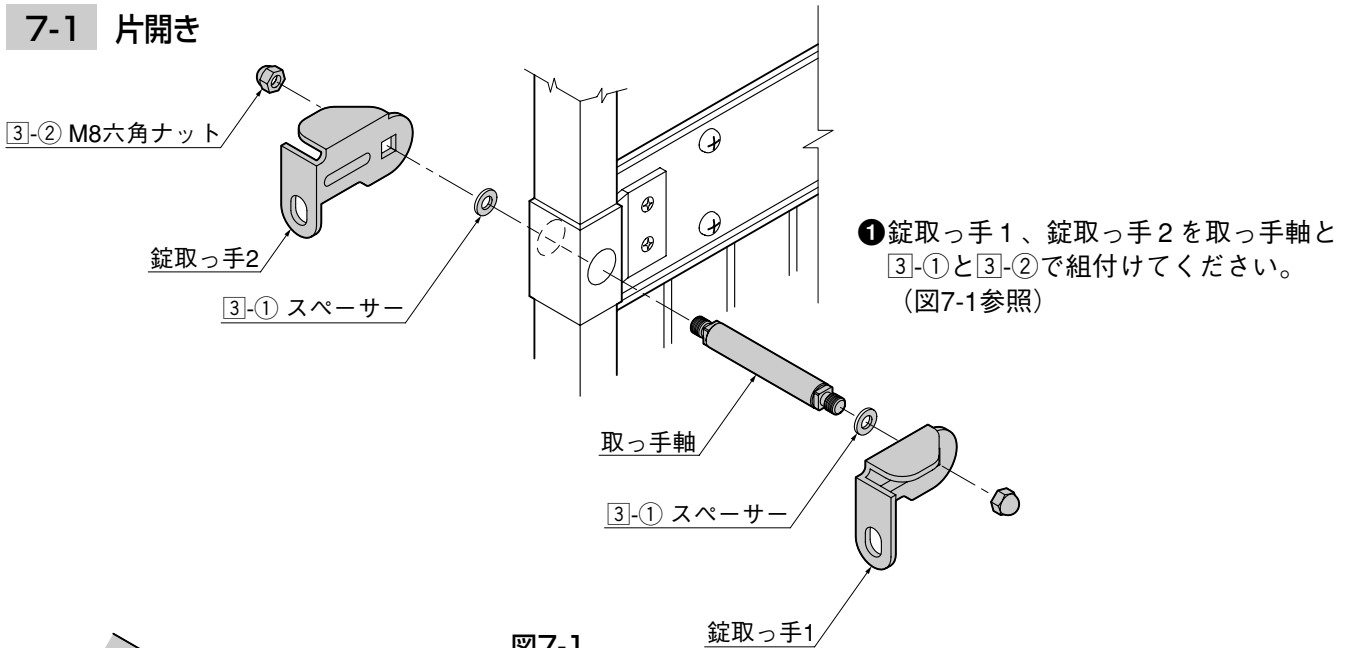

図7-1
- ① 錠取っ手1、錠取っ手2を取っ手軸と3-1と3-2で組付けてください。(図7-1参照)